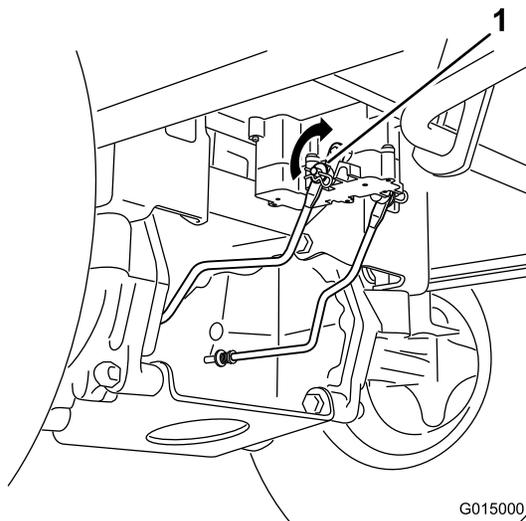

Figura 40
1. Localice el eje del freno eléctrico al que están conectados los brazos de enganche de los frenos (Figura 40).